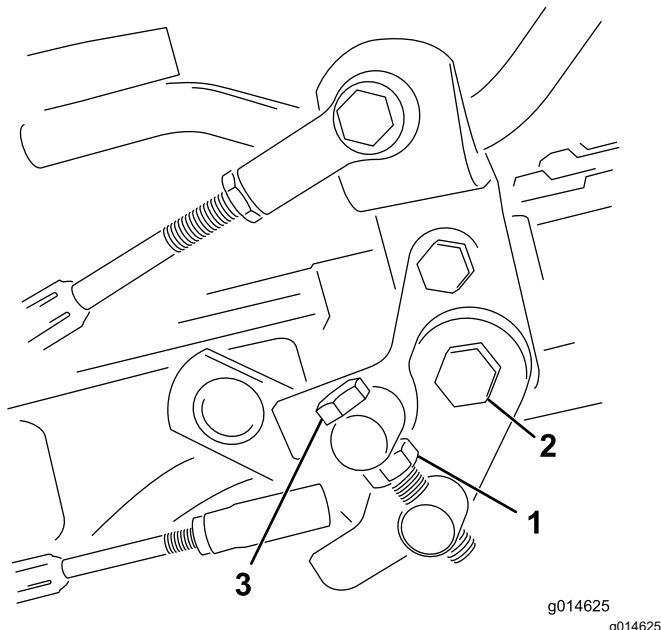

Figura 40
1. Slăbii contrapiulia de pe urubul de reglare (Figura 40).
4. Strângei contrapiulia urubului de reglare i piulia de pe pivotul pedalei pentru a fixa reglarea (Figura 40). Verificai reglarea i efectuai o aciune conform cerinelor.